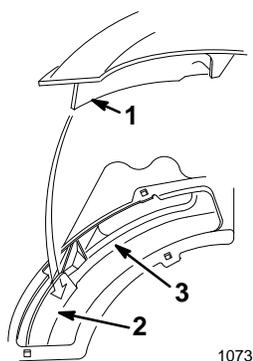

Figure 33
4. Placer l'angle avant de la garde de l'éjecteur dans l'ouverture du plateau. Faire tourner l'éjecteur en sens inverse aux aiguilles d'une montre et l'enfoncer dans l'ouverture du plateau (Fig. 33).
4. Introduire l'angle avant de la garde de la plaque de paillage dans l'ouverture du plateau (Fig. 33).
5. Faire tourner la plaque de paillage en sens inverse aux aiguilles d'une montre et l'enfoncer dans l'ouverture du plateau (Fig. 33).